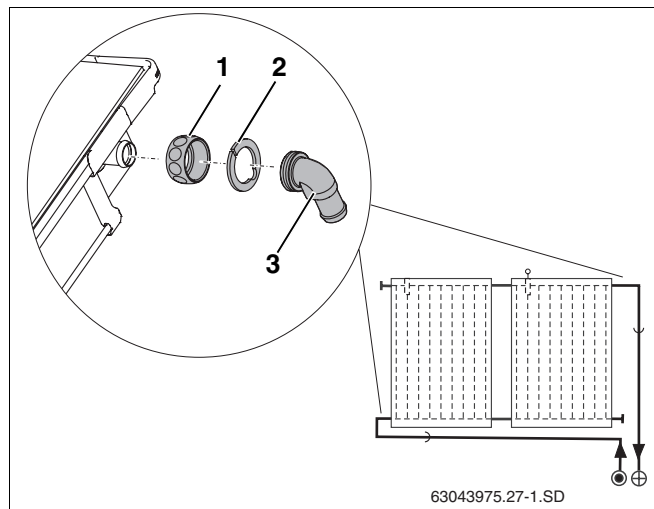

Рис. 22 Установка угловых наконечников
- Надеть накидные гайки (рис. 22, поз. 1) на штуцеры коллектора.
- Уложить зажимную шайбу (рис. 22, поз. 2) за выступ штуцера коллектора и нажать на нее.
- Выровнять наконечник с кольцом (рис. 22, поз. 3) и затянуть накидной гайкой.